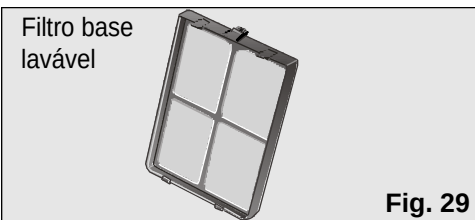
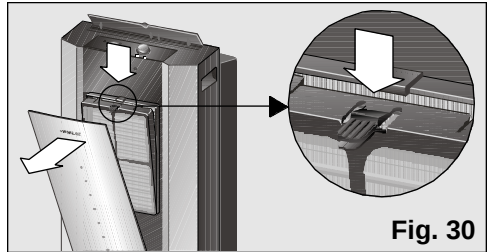

Fig. 29
Fig. 30
Todos os modelos dispõem de um filtro base de ar que é necessário limpar conforme passa o tempo, **Fig. 29**. Para isso basta premir a pestana situada na parte superior e retirá-lo do seu alojamento, **Fig. 30**. Para o lavar basta passá-lo por água corrente, secá-lo e tornar a instalá-lo.
- Extrair o filtro base do equipamento, **Fig. 30**.